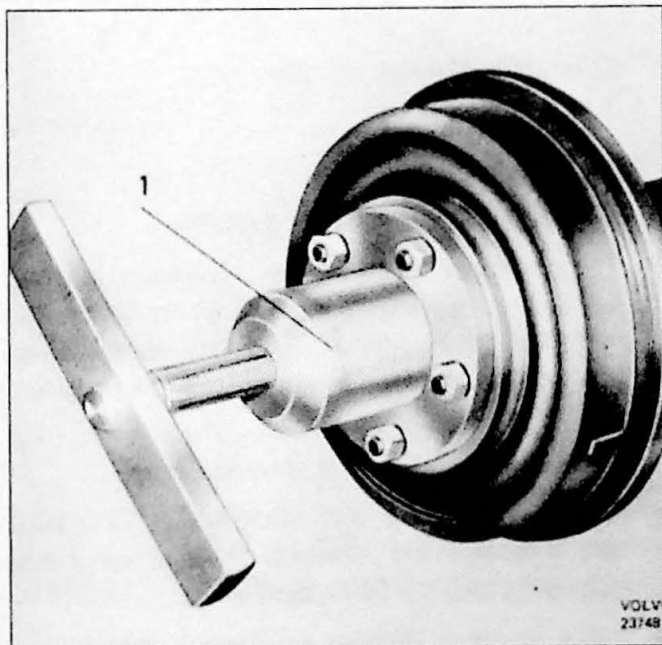

Fig. 9.8. Demontage van de wielnaaf. 1. trekker SVO 1791
1. Verwijder het wiel en de wielnaaf (Fig. 9.8). Gebruik trekker SVO 1791. Vervang slaghandgreep in trekker SVO 1791 met spil SVO 2763, die apart verkocht wordt, zodat de moertrekker gebruikt kan worden voor de demontage van de naaf. Verwijder de remankerplaat. Maak de remleidingen los van de remankerplaat.
1. Verwijder het wiel en de naaf (Fig. 9.8). Gebruik trekker SVO 1791. Verwijder de remankerplaat en de remleidingen.